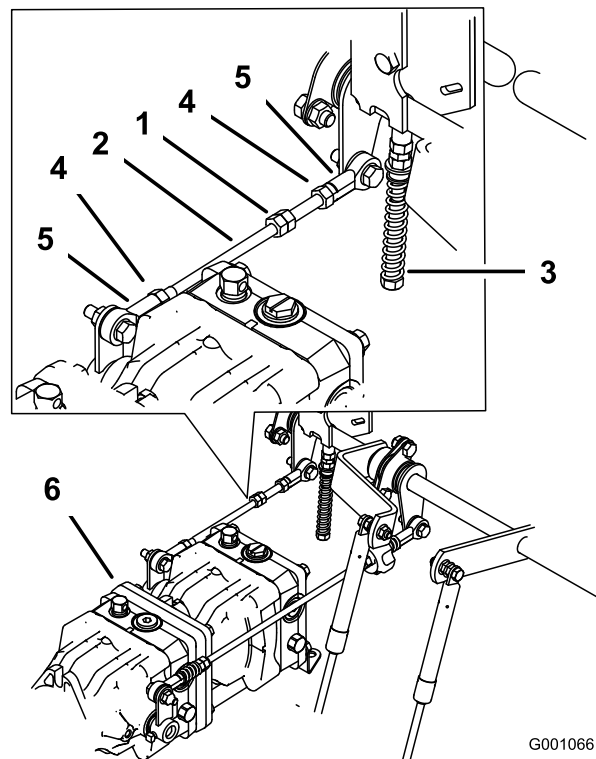

Figure 103
1. Desserrez les contre-écrous sur les rotules de la tige de commande de la pompe (Figure 103).
3. Réglez la longueur de la tige de pompe en tournant les doubles écrous dans le sens voulu, jusqu'à ce que la roue soit immobilisée ou tourne légèrement en arrière (Figure 103).
6. Serrez les contre-écrous contre les rotules (Figure 103).